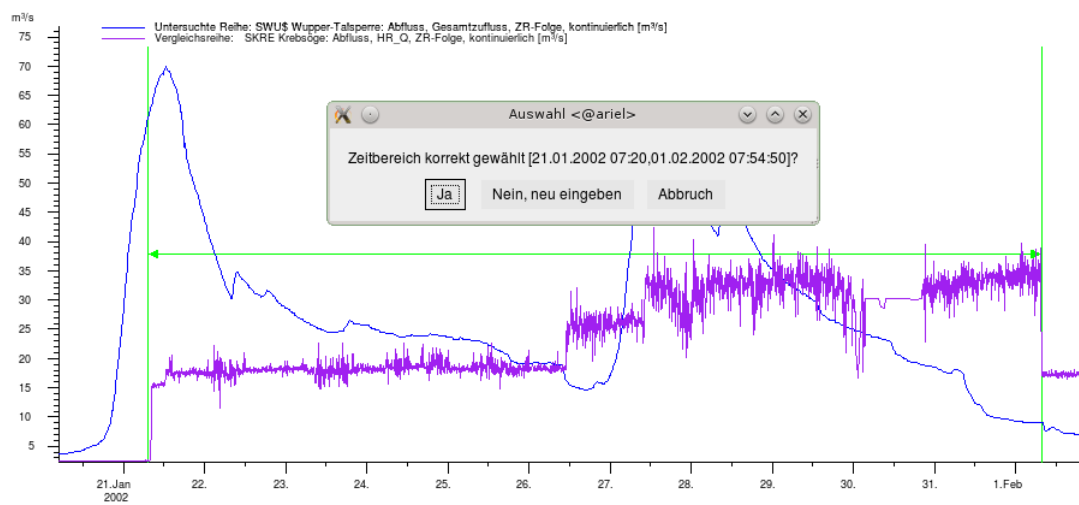

Abbildung 12.6: Bestätigung des Zeitbereichs mit grafischer Darstellung
4. Nachdem Sie mit bestätigt haben, werden Sie in einem weiteren Fenster nochmals gefragt, ob der eingegebene Zeitbereich korrekt ist. Gleichzeitig wird dieser Zeitbereich vergrößert auf dem Canvas angezeigt (↔ Abb. 12.6).